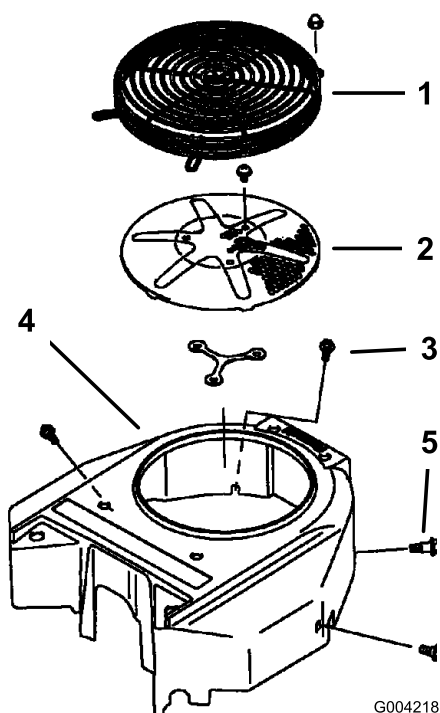

Figure 79
3. Déposez la grille d'entrée d'air, le lanceur et le carter du ventilateur (Figure 79).
5. Remettez la grille d'entrée d'air, le lanceur et le carter du ventilateur (Figure 79).